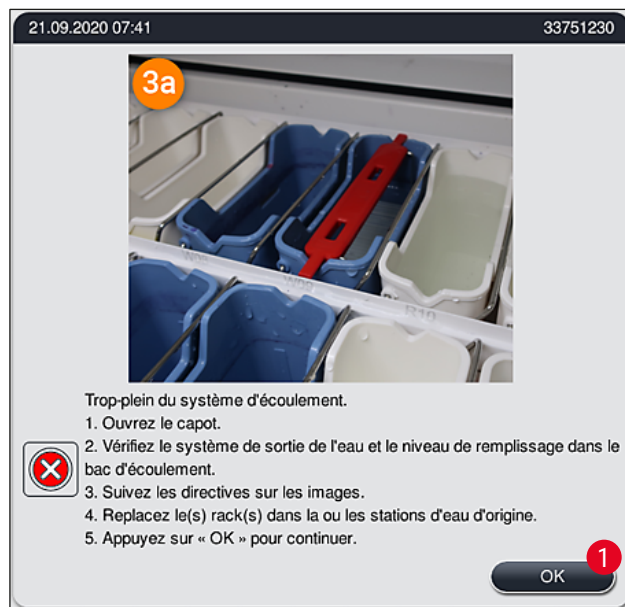
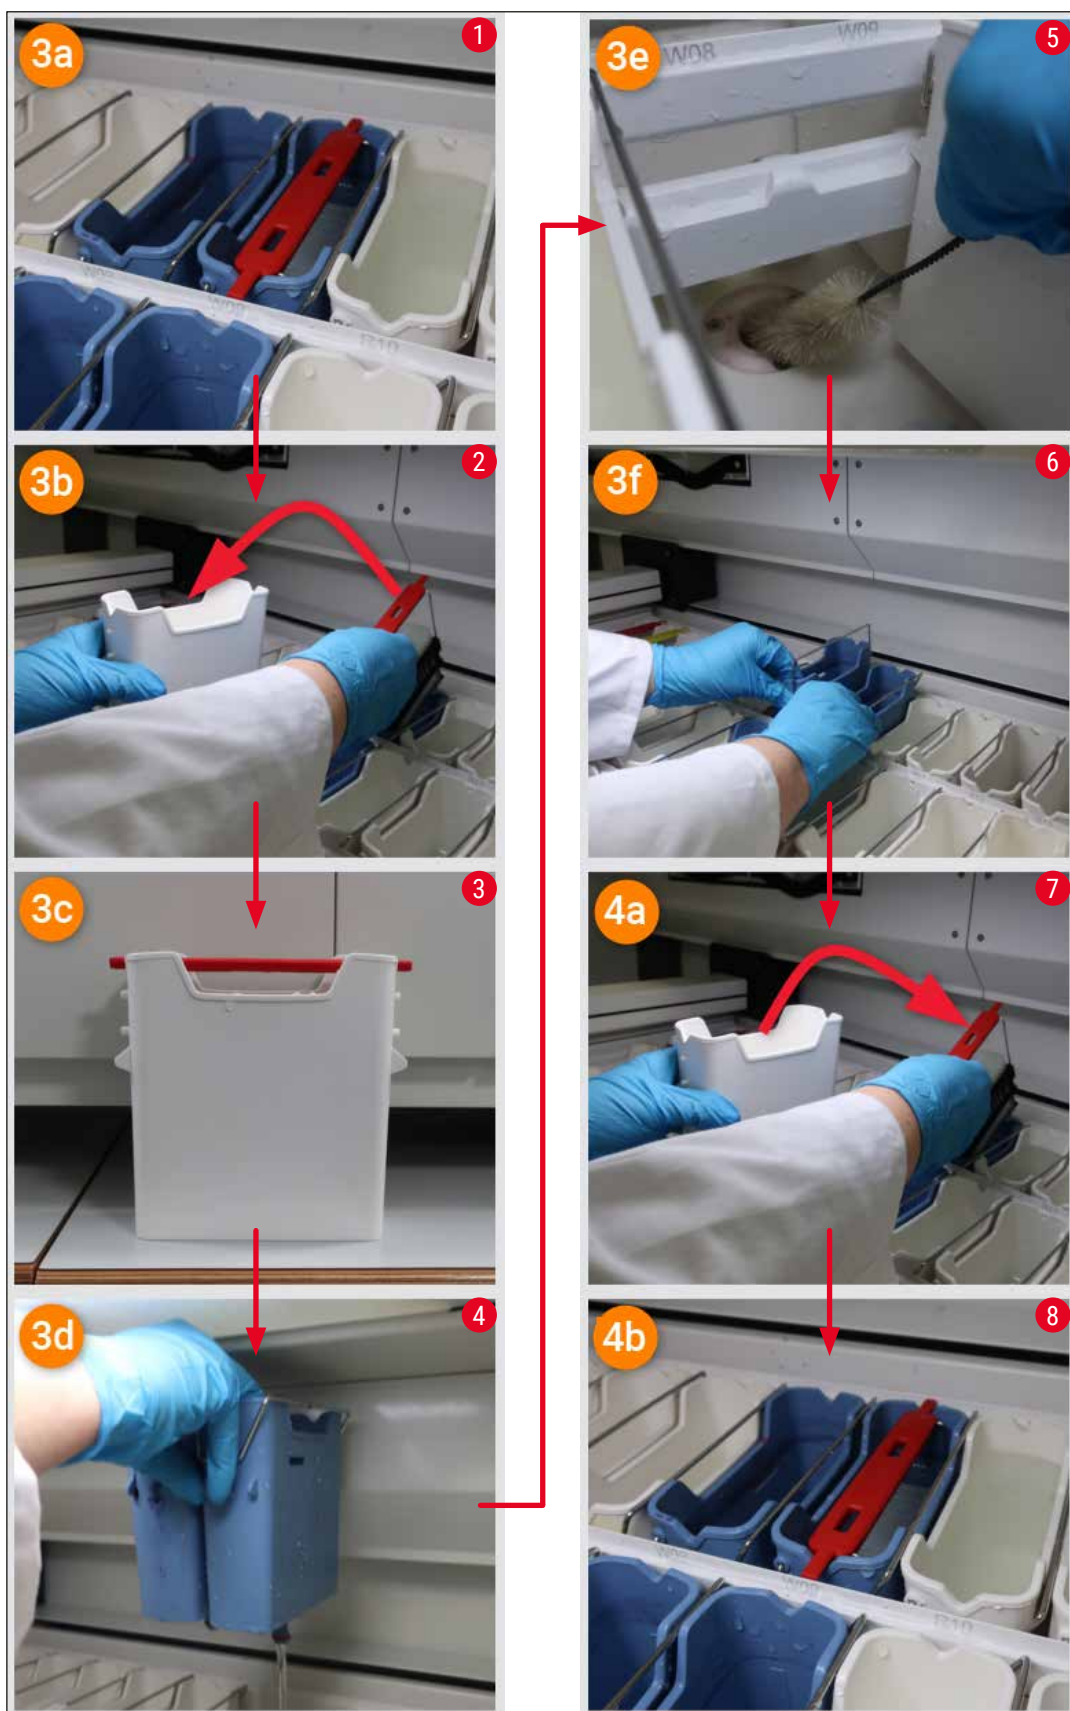

Fig. 122
Fig. 124
L'obstruction d'un système d'évacuation d'eau peut être causée par le blocage d'un filtre d'écoulement (→ "Fig. 100-1") ou d'un tuyau d'écoulement (→ "Fig. 7-1"). Une telle obstruction peut entraîner une augmentation du niveau d'eau dans le bac d'écoulement. Par conséquent, cela peut conduire à un niveau d'eau critique dans l'appareil. L'utilisateur reçoit un message d'erreur sur l'écran (→ "Fig. 122") et une alarme retentit. Le message d'erreur fournit à l'utilisateur des conseils permettant de résoudre l'obstruction par une séquence d'images répétitives (→ "Fig. 124").
- Si le niveau d'eau dans le bac d'écoulement tombe en deçà du niveau critique pendant le processus de résolution, le message (→ "Fig. 122") disparaît et un autre message s'affichant à l'écran informe l'utilisateur que le processus de coloration peut être poursuivi.